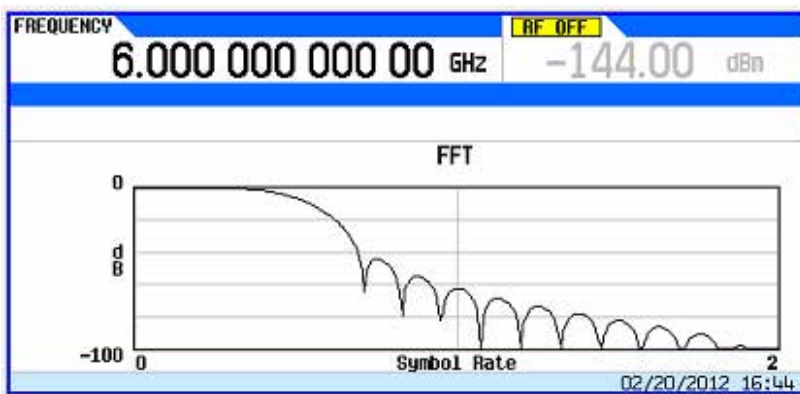

Рис. 11-35
1. Нажмите клавиши **More 1 of 2 > Display Filter > Display FFT** (быстрое преобразование Фурье). На дисплее отображается график результата быстрого преобразование Фурье (см. рис. 11-35).